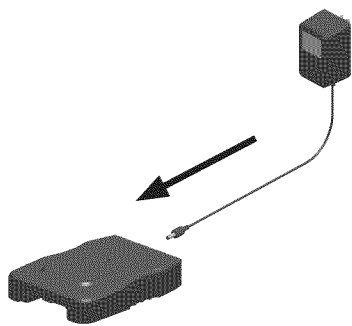

Figura 1 - Enchufe el cargador en la base
1. Enchufe el cordón del cargador en la base del cargador (vea la figura 1)